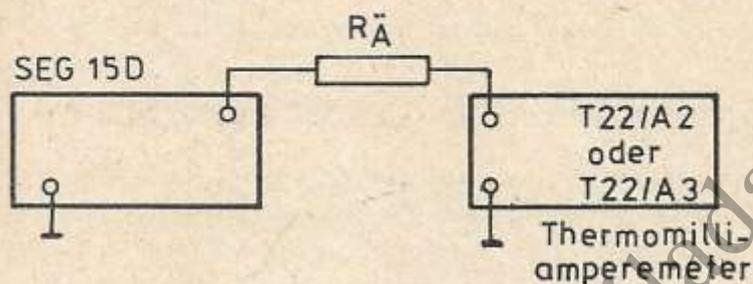

Bild 4 Meßschaltung zum Bestimmen der Senderleistung
- a) Meßschaltung (Bild 4) aufbauen und Stromversorgung der Geräte einschalten;